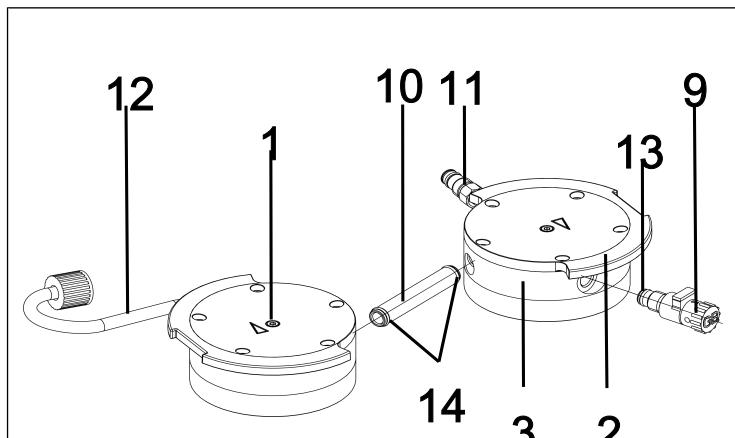

Fig.15: Sostituzione degli O-ring
2. Estrarre il tubo di allacciamento (10/Fig. 15) dal coperchio testa (3).
3. Sostituire i due O-ring (**14**) del tubo di allacciamento (**10**) Fig. 15.
6. Svitare la valvola gas ballast (**9**/Fig. 15) dal coperchio testa (**3**).
7. Sostituire l'O-ring (**13**) della valvola gas ballast (**9**/Fig. 15).
8. Avvitare a fondo la valvola gas ballast (**9**/Fig. 15) nel relativo coperchio testa (**3**). Successivamente, svitarla di nuovo, fino a quando la superficie sia orientata verso l'alto.
7. Innestare nuovamente il tubo di allacciamento (**10**/Fig. 15) nei due coperchi testa (**3**).